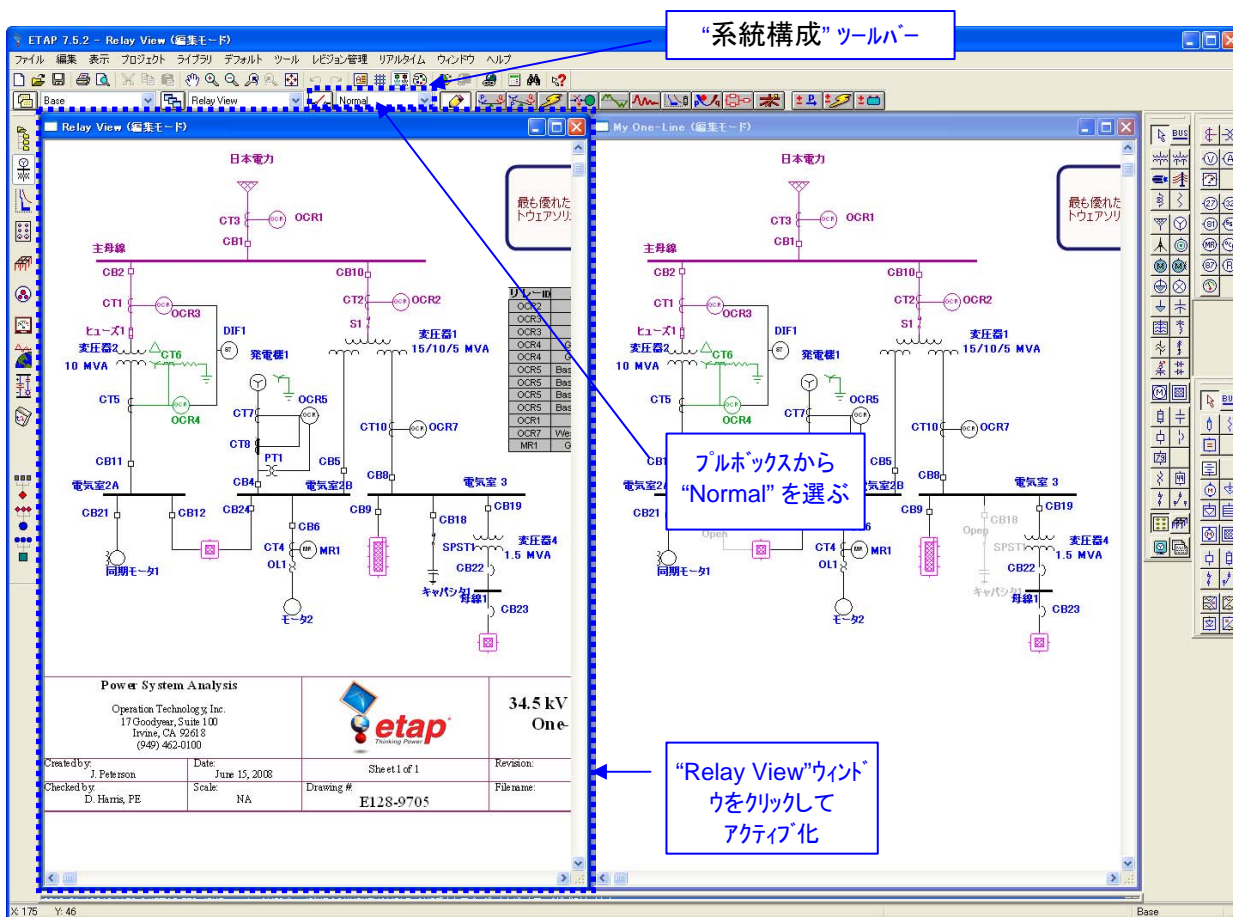

図 1
- 2つのウィンドウを重ねないように、図 1 のように並べて配置して下さい。
- “Relay View” ウィンドウをクリックしてアクティブにするか、“プレゼンテーション” ツールバーから選びます（ステップ a 参照）。システム構成を“構成” ツールバーで“Normal” に設定します。図 1 参照